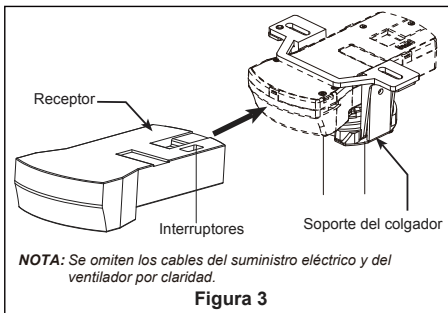

Figura 3
Uso del soporte (Figura 3)
3. Retire el clip de horquilla y pasador de horquilla de la parte inferior de la bola para colgar. Retener el pasador y clip para la reinstalación en el paso 5. (Figura 3)
1. Fije bien la abrazadera para colgar a la caja de salida (no se incluye) con los tornillos y las arandelas provistas con la caja de salida. (Figura 3)
2. Deslice el receptor en el soporte de suspensión antes de realizar el cableado como se muestra en la figura 3.
- 3.** Retire la cubierta de la batería del control remoto con un destornillador y conserve el tornillo para luego. (Figura 3)